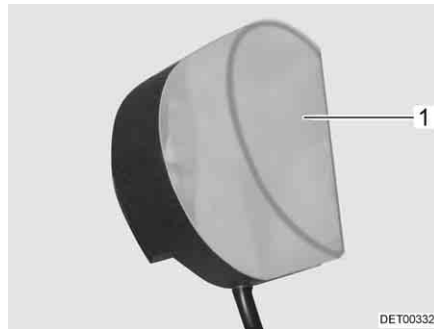

Bild 272 Klädskåpslampa
- Tryck ihop lampkåpan (Bild 272,1) lätt och tag av den.